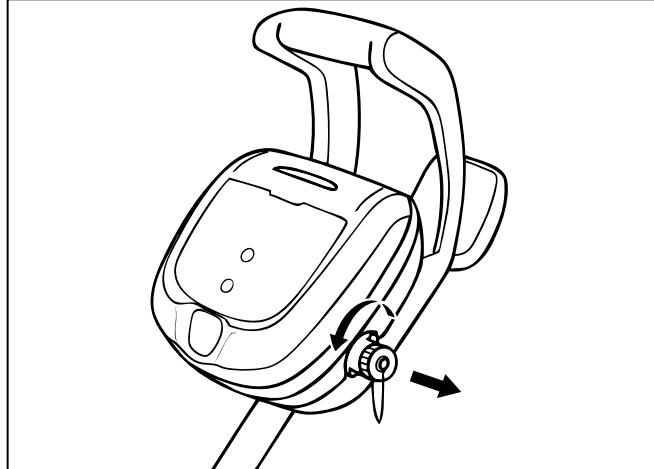

Figure 12. Retirer le capuchon protecteur
1. Dévisser le capuchon protecteur pour le cordon électrique sur le c6 é du module de commande en le tournant en sens antihoraire (Figure 12).